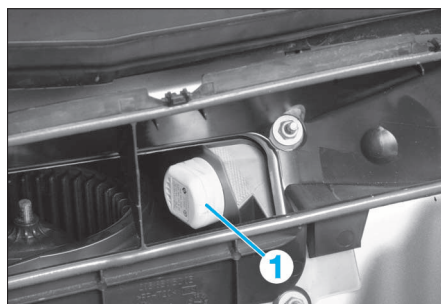

FIG. 16
- le capteur solaire (1) (Fig.16)